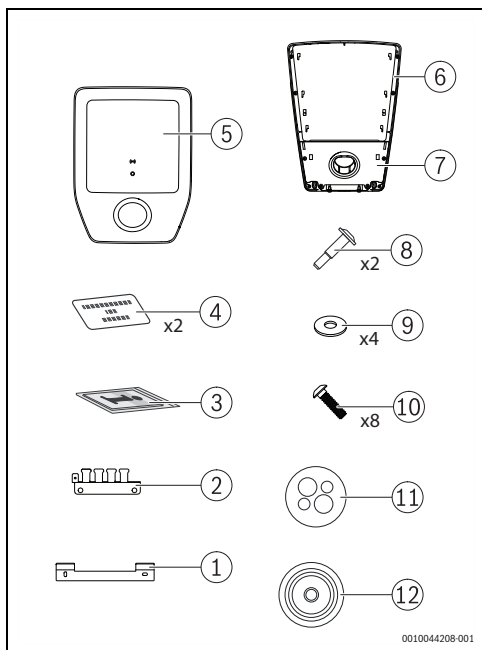

Bild 481 Leveransomfattning
- ▶ Ta försiktigt bort höljet [5] och locket med parkeringshållaren [7] från Power Charge 7000i (→ bild 481, sida 469).